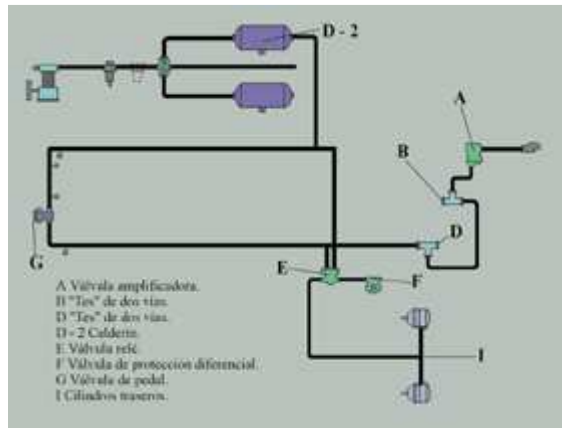

Fig. 49
- Circuito número 2.- Frenos de servicio delantero del vehículo tractor y servicio del remolque **(fig. 49)**.
Circuito número 2: freno de servicio trasero del vehículo tractor y freno de servicio del remolque **(fig. 49)**